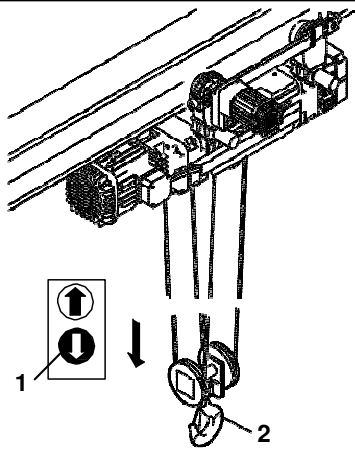

Abb. 145
1. Drücken Sie den Druckknopf „Senken“ -1- an der Druckknopftafel, bringen Sie die Hakenflasche in maximale Absenkenposition (Tiefpunkt) -2- und klinken Sie eventuell vorhandene Lasten aus (Abb. 145).